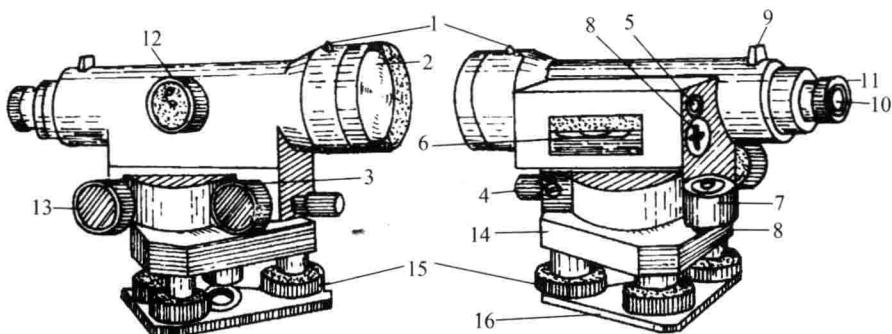

图 2-1
- (1) 指导教师现场讲解水准仪的构造及操作方法(见图 2-1)。